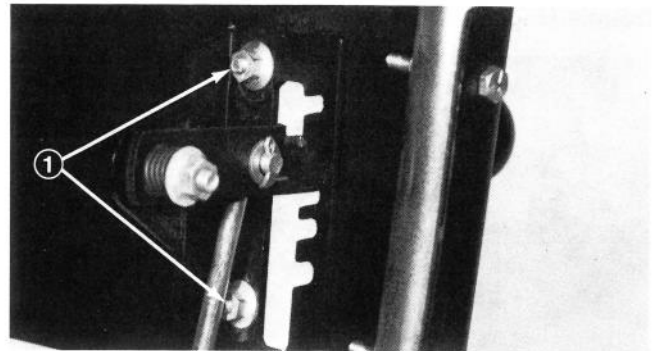

Figure 36
2. Desserrez les écrous à collerette qui fixent la plaque du sélecteur à la plaque de commande. Cela vous permettra de déplacer la plaque du sélecteur pour faciliter le réglage (Fig. 36).